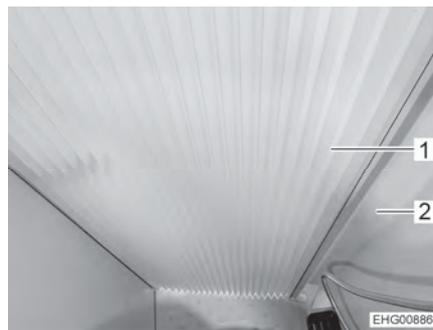

Fig. 154 Store plissé, fermé
- Fermer le store plissé (Fig. 154,1). Pour ce faire, tirer le store plissé en direction de la grande paroi pivotante (Fig. 154,2) jusqu'à ce que la fermeture magnétique maintienne le store en position.